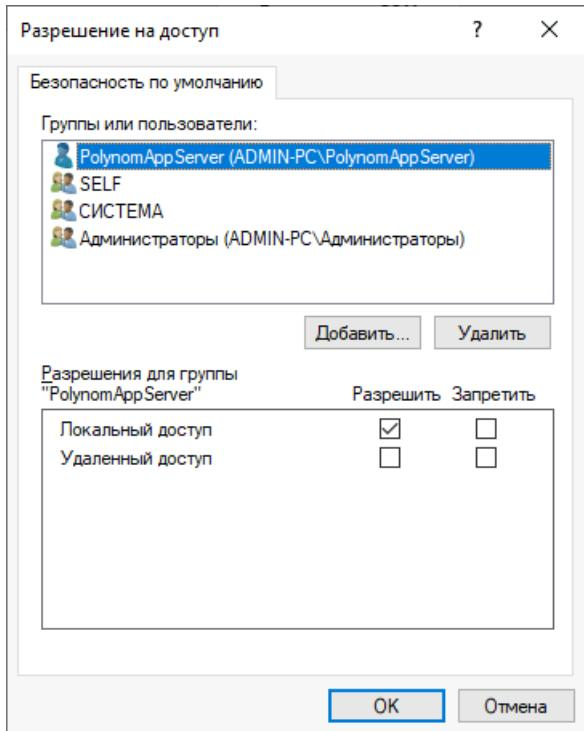

Рис. 4.42
- Предоставьте добавленной учетной записи локальный доступ (рис. 4.42).